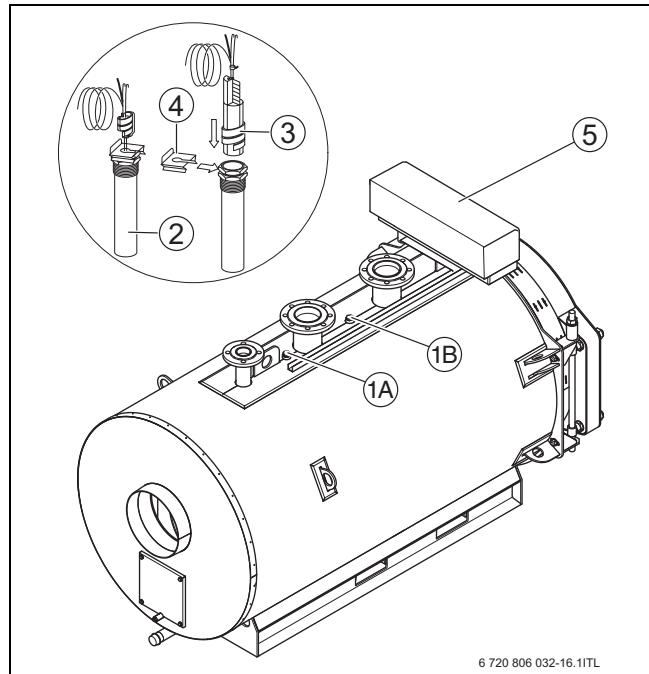
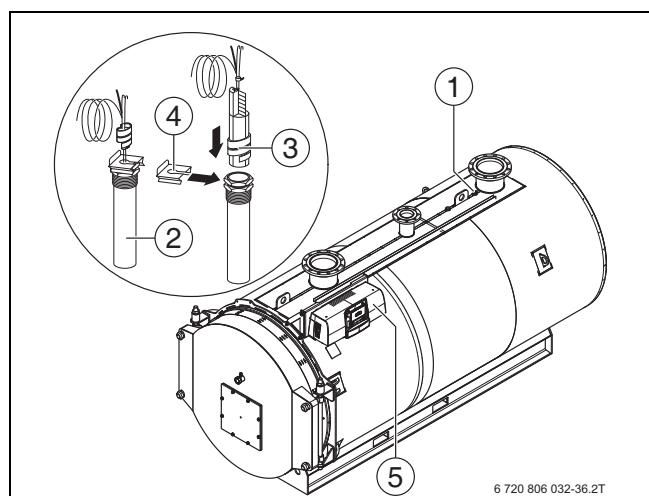

Рис. 26 Установка комплекта датчика температуры SK655/SK755
Рис. 27 Установка комплекта датчика температуры SK655/SK755
Датчики предохранительного ограничителя температуры (STB) и регулятора температуры (TR) **должны** устанавливаться в точке замера на верхней стороне котла (→ рис. 26 и рис. 27).
- ▶ Вставьте комплект датчика (→ рис. 26, стр. 25, [3]) до упора в гильзу [2].